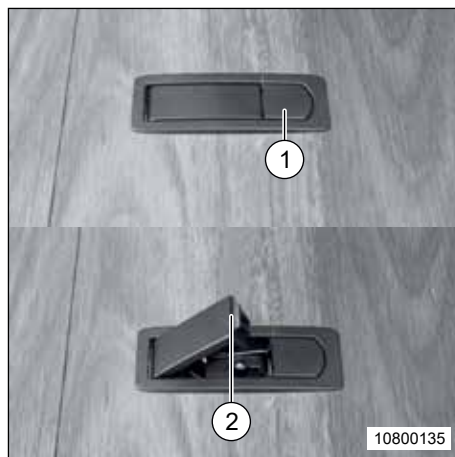

Fig. 83 Fermeture à levier
- Enfoncer le bouton de déverrouillage (Fig. 83, Pos. 1).
Le levier à poignée (Fig. 83, Pos. 2) s'ouvre.
- Ouvrir la porte à l'aide du levier de la poignée (Fig. 83, Pos. 2).
- Enfoncer le levier à poignée (Fig. 83, Pos. 2) jusqu'à ce qu'il s'enclenche.